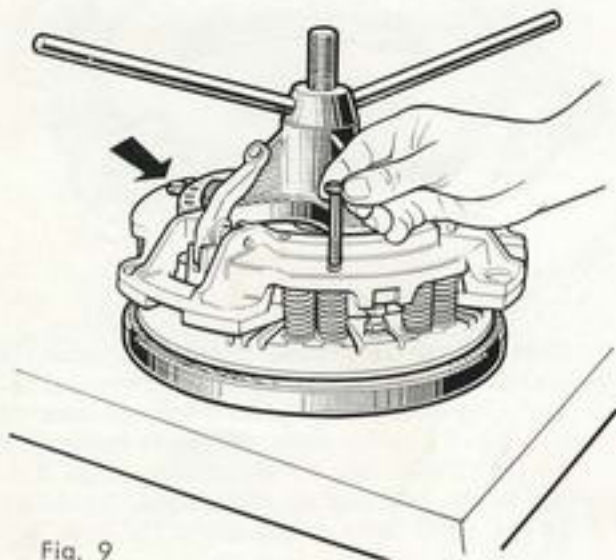

Fig. 9
- Après avoir serré à fond l'écrou à broches remplacer les 3 tiges guides par les 3 vis de fixation provisoire utilisées au démontage et déposer les 3 pinces d'assemblage provisoire des plateaux (fig. 9).